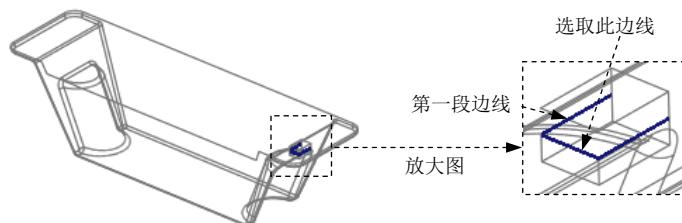

图 12.12 选取延伸边线
- (1) 遮蔽参考件。
- (2) 为了方便选取复制边线，切换模型的显示状态到实线线框显示方式。
- (3) 如图 12.12 所示，首先选取第一段边线。
- (4) 单击 **分型面** 功能选项卡 **编辑** ▾ 区域的 **延伸** 按钮，此时出现 **延伸** 操控板。
- (5) 在操控板中单击 **参考** 按钮，在“参考”界面中单击 **细节...** 按钮，此时系统弹出“链”对话框。
- (6) 按住 Ctrl 键，选取图 12.12 中所有的边线。
- (7) 在“链”对话框中单击 **确定** 按钮。